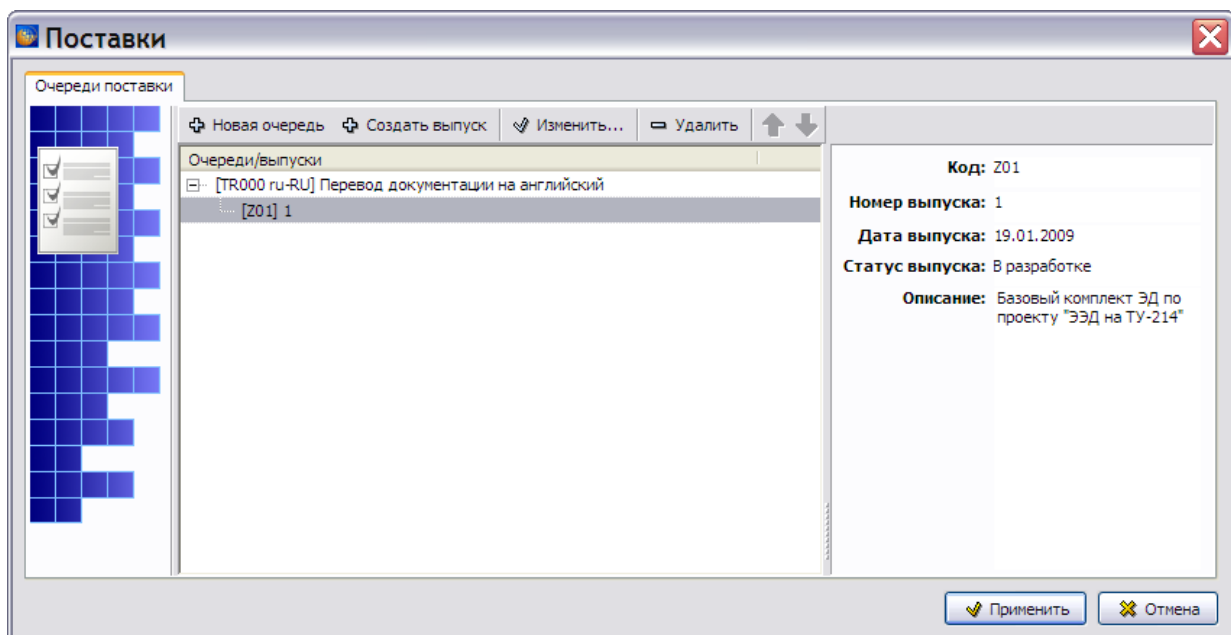

Рис. 23.13
3. Нажмите на кнопку **Применить**. Новый выпуск появится в диалоговом окне **Поставки** (Рис. 23.13).